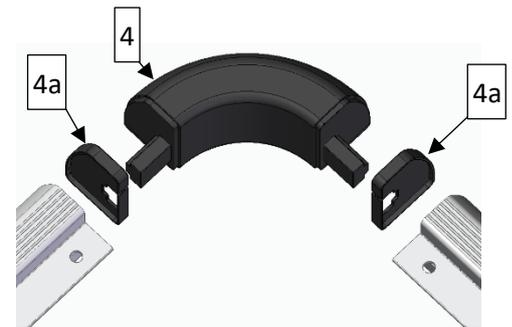

Abbildung 7
Jetzt kommen auf die kurzen Rahmenprofile 1.274mm (2) jeweils zwei Eckverbinder (4 – Abb. 7). Diese werden vorne und hinten vom Fahrzeug auf die schon auf dem Dach montierten langen Rahmenprofile (1) gesteckt. Um das Rausrutschen der kurzen (2) aus den langen Rahmenprofile (1) zu verhindern, wird in allen vier Ecken jeweils eine Eckverbinder-Blechverstärkung (5) auf die Bohrungen der Rahmenprofile gelegt. Durch diese Bohrungen werden von oben Linsenkopfschrauben (9) mit den Sechskantmuttern (12) verschraubt (Abb. 8).